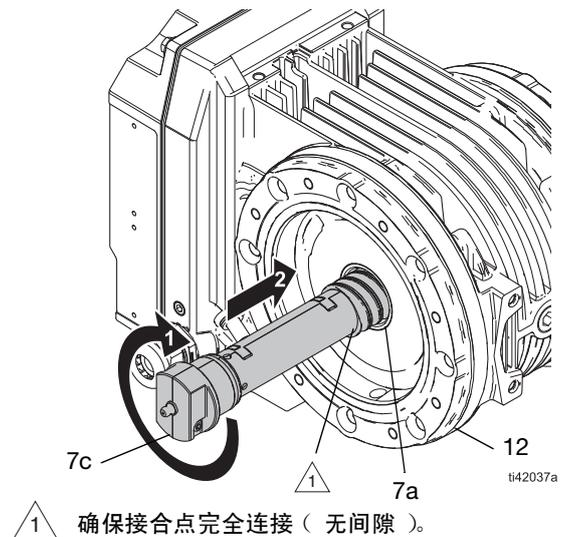
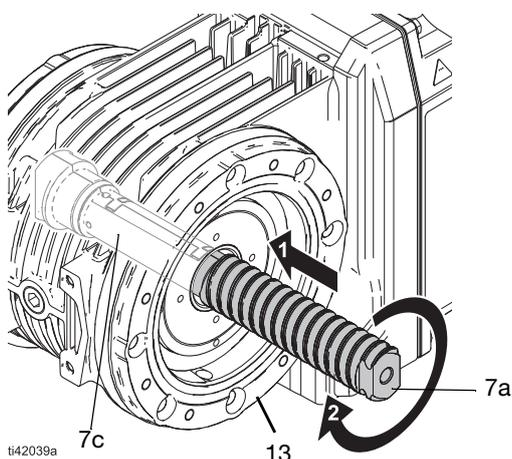

图 22：插入转子润滑工具
图 24：拆除转子润滑工具
使用转子润滑工具在转子 (7) 和轴 (7a) 上大量涂抹润滑脂。参考图 22-图 24。
7. 转动轴 (7a) 以将轴重新插入转子 (7)。转动直到转子润滑工具 (7c) 完全从传感器侧定子盖 (12) 中露出。参考图 24。